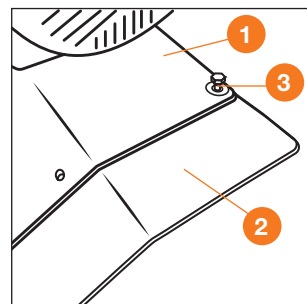

Рис. 8
- Дополнительное защитное крыло **2** установите на основное крыло **1**. Закрепите при помощи имеющихся в комплекте поставки болта, шайбы и гайки **3** (Рис. 8).